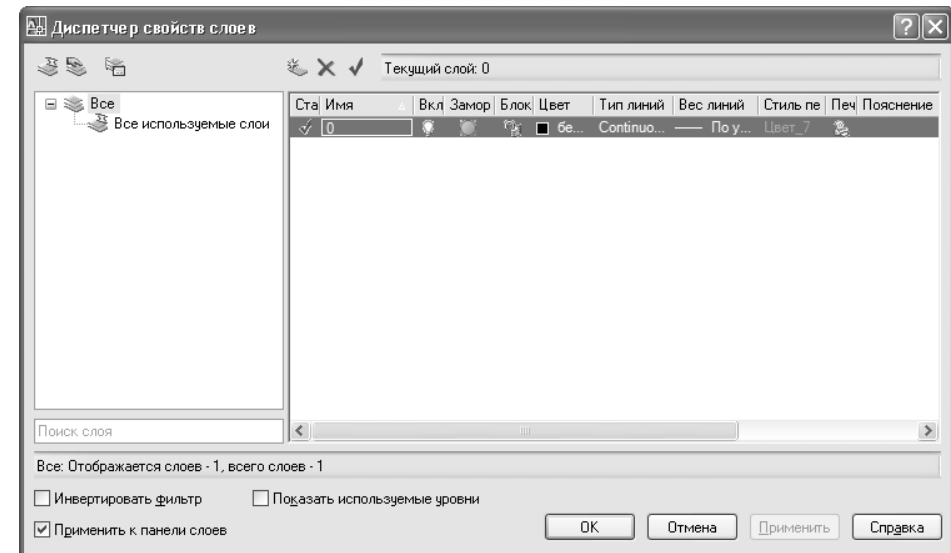

Рис. 6.3 ▾ Созданный по умолчанию нулевой слой в диалоговом окне **Диспетчер свойств слоев** (Layer Properties Manager)
4. Щелкните на кнопке  **Диспетчер свойств слоев** (Layer Properties Manager) панели инструментов **Слои** (Layers) (первая кнопка слева). (Альтернативный метод запуска этого инструмента заключается в выборе из меню команды **Формат** ⇒ **Слой** (Format ⇒ Layer) либо во вводе в командном окне команды **Слой** (LAYER) или просто **сл** (LA).) На экране появится диалоговое окно **Диспетчер свойств слоев** (Layer Properties Manager). Как видно из рис. 6.3, в списке слоев этого окна представлен лишь нулевой слой, что, как мы уже обсудили выше, понятно, поскольку вы еще не создали в текущем чертеже ни одного слоя.